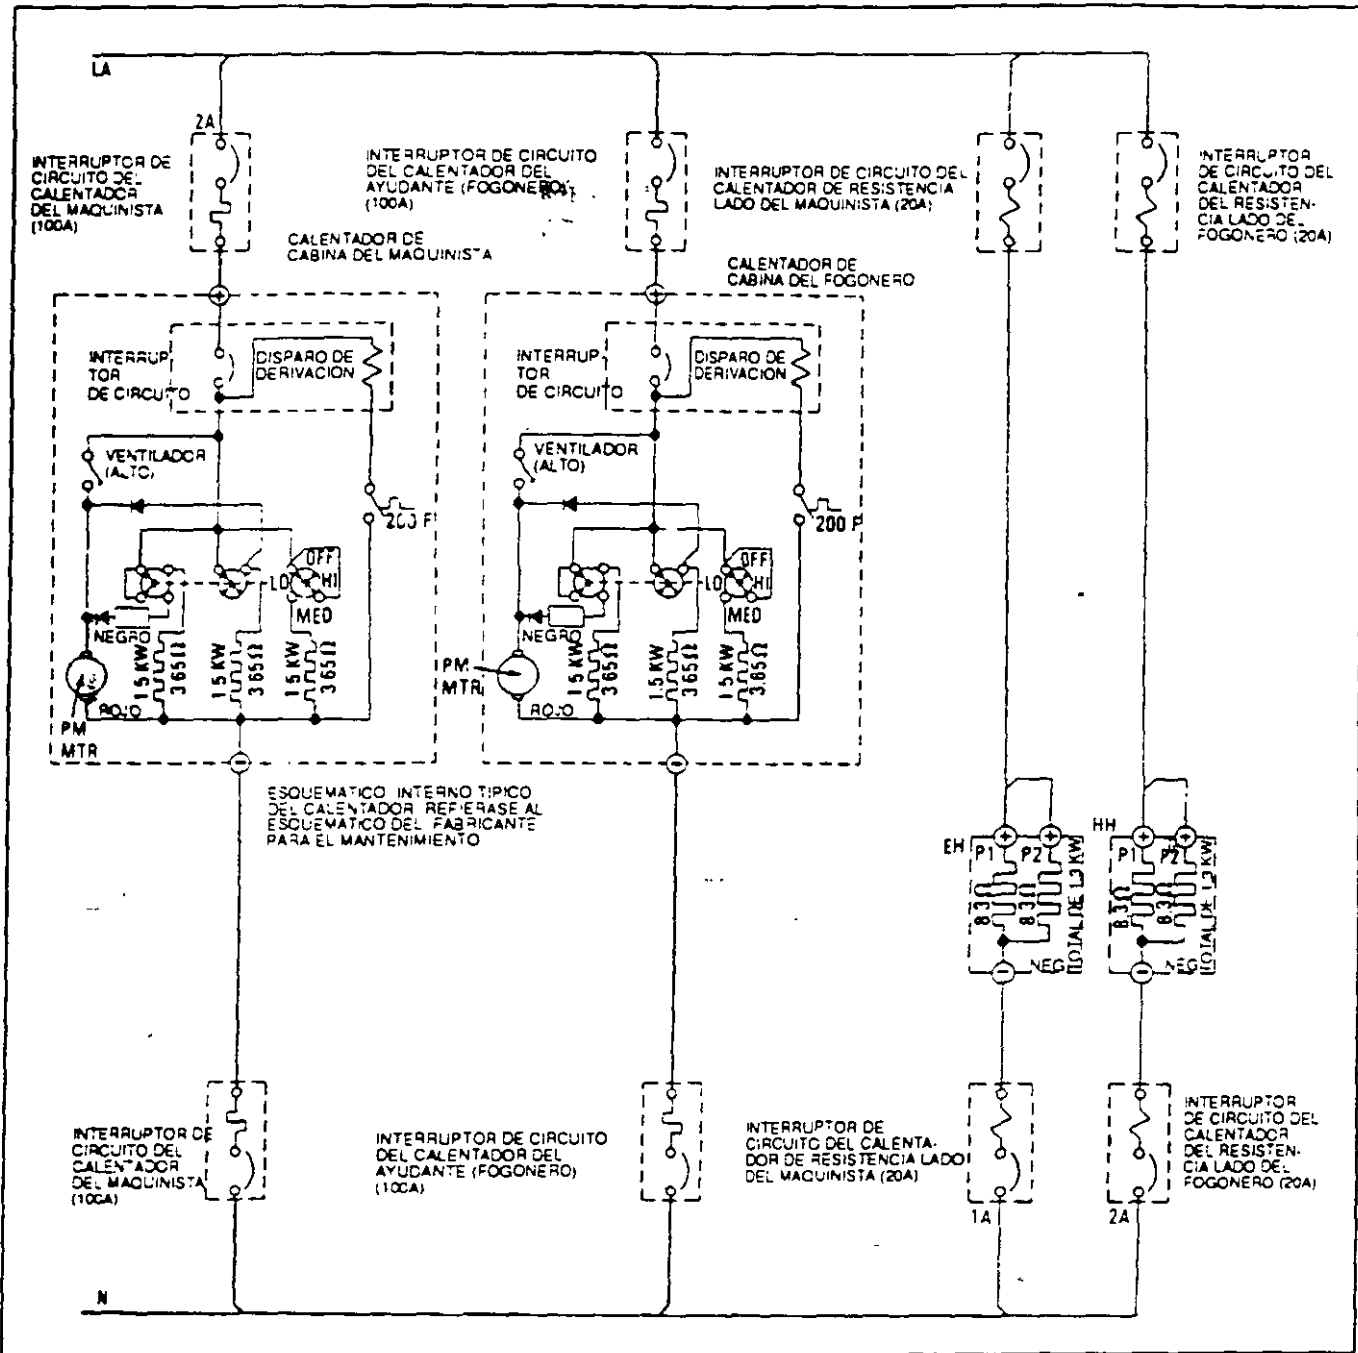

FIG. 8. DIAGRAMA ESQUIMATICO DEL CIRCUITO DEL CALENTADOR DE CABINA. E-32883A-S
Dispositivos de Seguridad de los Calentadores (Fig. 8)
2. Corte la longitud adicional en ángulo recto, dejando una pulgada (mínimo) de material excedente (Fig. 8). Force este excedente del sello